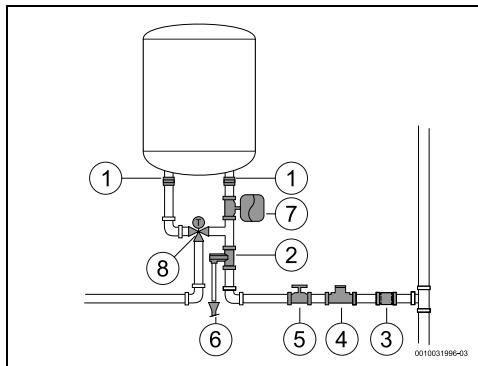

Fig. 14
- Se recomandă să instalați un robinet termostatat (Fig. 14, [8]) la nivelul tubului de evacuare al aparatului dacă se utilizează tuburi PEX. Acesta trebuie să fie reglat astfel încât să corespundă puterii materialului utilizat.
- ▶ Nu instalați niciodată accesorii (altele decât cele prezentate în Fig. 14) între supapa de siguranță și intrarea pentru apă rece (partea dreaptă) a aparatului.
- ▶ Instalați un reductor de presiune (Fig. 14, [4]). Supapa de siguranță se va activa atunci când presiunea apei din aparat depășește 8 bar ( $\pm 1$  bar), motiv pentru care este necesară planificarea unui mod de scurgere a acestei ape.
- ▶ Instalați un vas de expansiune (Fig. 14, [7]) pentru a opri deschiderea supapei de siguranță în mod frecvent. Volumul vasului de expansiune trebuie să fie echivalent cu 5 % din volumul aparatului.